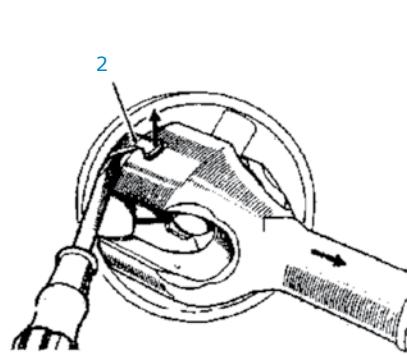

Figure 1
- Dégager** le bol fusée de l'arbre de transmission en soulevant une à une les branches de l'étoile de retenue (2, figure 1).